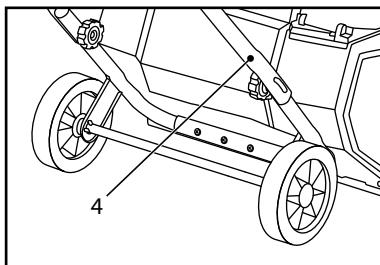

Рис. 3.
- Совместите отверстия нижней стойки (4) с отверстиями на стойке снегоуборочной машины и закрепите с помощью скобы крепления (10), зафиксируйте гайкой (8) с двух сторон (рис. 3 и 4).